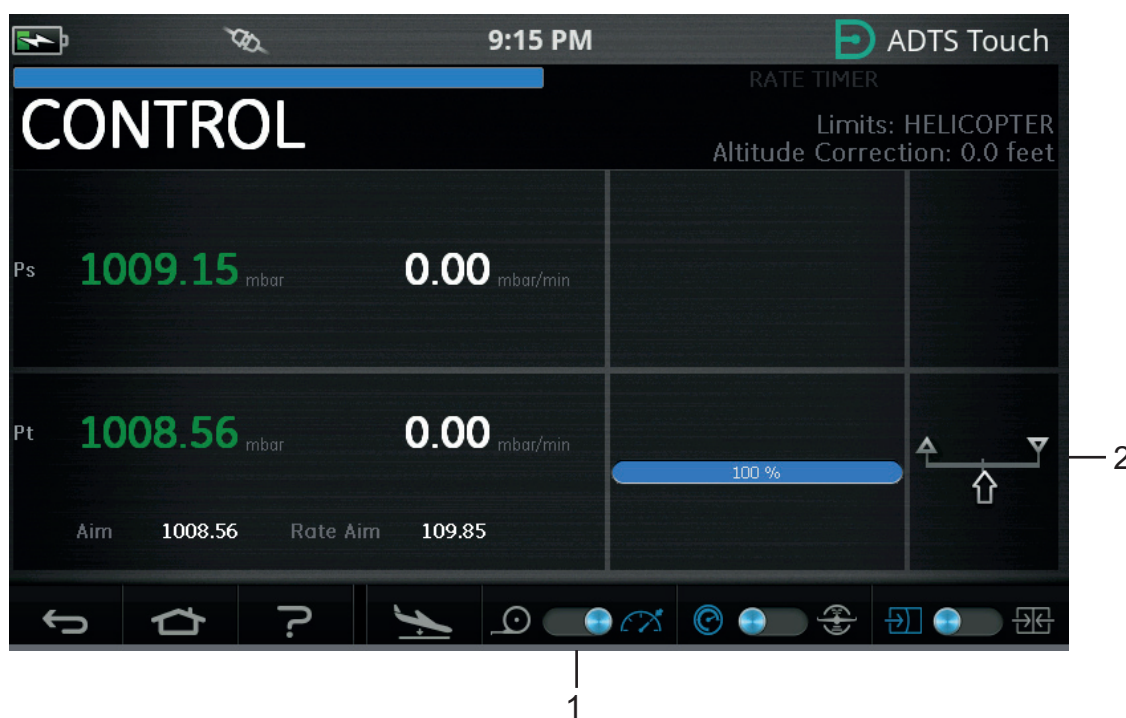

Figura 3-56: Modalità di controllo solo Pt
Nella Figura 3-56 viene mostrata che il canale Ps è in modalità di misurazione, mentre il canale Pt è in modalità di controllo, come mostrato dall'indicazione (2).